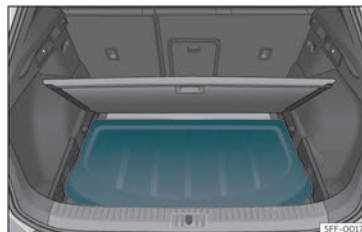

Fig. 108 Nel bagagliaio: collocazione del pianale.
- Posizionare il ripiano del bagagliaio nell'apposito supporto»» **fig. 108**.